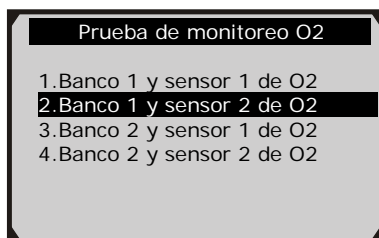

Figura 6.24
- 3) Use el botón de desplazamiento hacia **ARRIBA/ABAJO** para seleccionar el sensor O2 en el menú **Prueba de monitoreo O2** y presione el botón **OK**. (Figura 6.24)